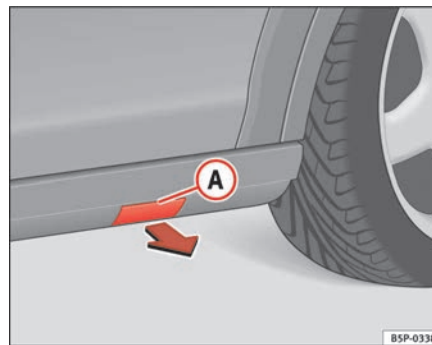

Fig. 175 Talonera de plástico con tapa para anclaje de gato
- Retire la tapa **A** para acceder a los puntos para el anclaje del gato del vehículo ⇒ **fig. 175.**
- Tire de la tapa y extráigala de su alojamiento en el sentido de la flecha ⇒ **fig. 175.**